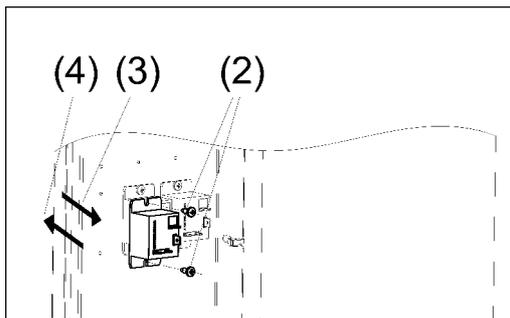

Рисунок 13. Замена реле
- (1) Отсоедините все провода от реле, которое нужно заменить (см. рис. 13);
- (2) Открутите крестовой отвёрткой два самореза, фиксирующие реле;
- (3) Снимите реле;
- (4) Установите новое реле взамен прежнему;
- (5) Подсоедините отсоединённые провода.